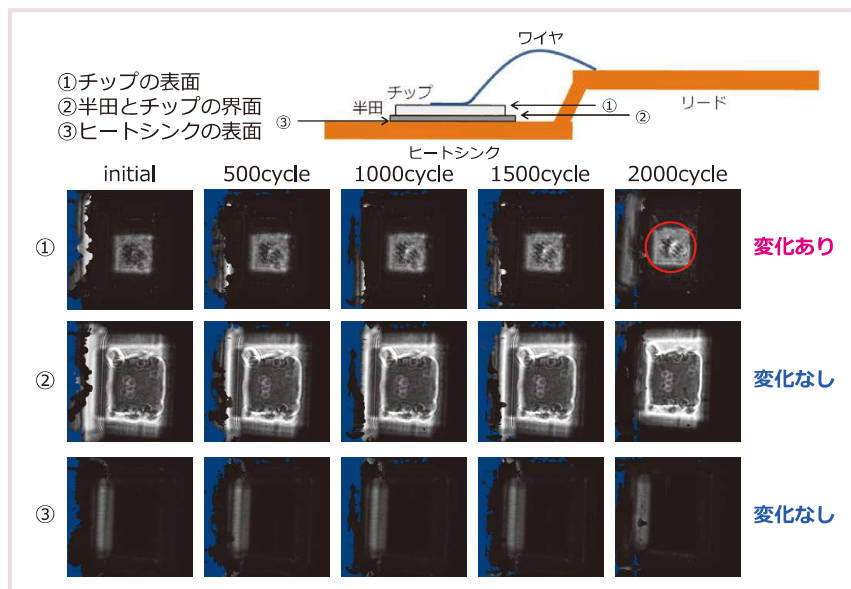

図2 市販ダイオードのパワーサイクル試験におけるサイクル数と超音波探傷画像推移
今回、市販のダイオードを用いて、パワーサイクル、on時に10秒間30 A電流印加-120秒 offを1サイクルとして全2000 サイクルの条件下でリアルタイムモニタリングを行いました。超音波はヒートシンク側から入射させ、①チップの表面画像の推移、②チップと半田の界面画像の推移、③ヒートシンクの表面画像の推移をそれぞれ観察しました。超音波探傷画像のサイクル推移を図2に示します。チップ表面の中央付近に欠陥と推察される画像変化が確認され、欠陥はワイヤ接合部で起きていることが確認されました。この欠陥は、故障の予兆と推察され、電流印加時に生じるワイヤ接合部の局所的な発熱が原因と考えられます。本システムで故障解析を行うことにより、少ないパワーサイクル数で短時間に故障の原因や予兆を捉えることが可能となります。更に、故障発生メカニズムを時系列で捉え、現象を理解するのに役立ちます。